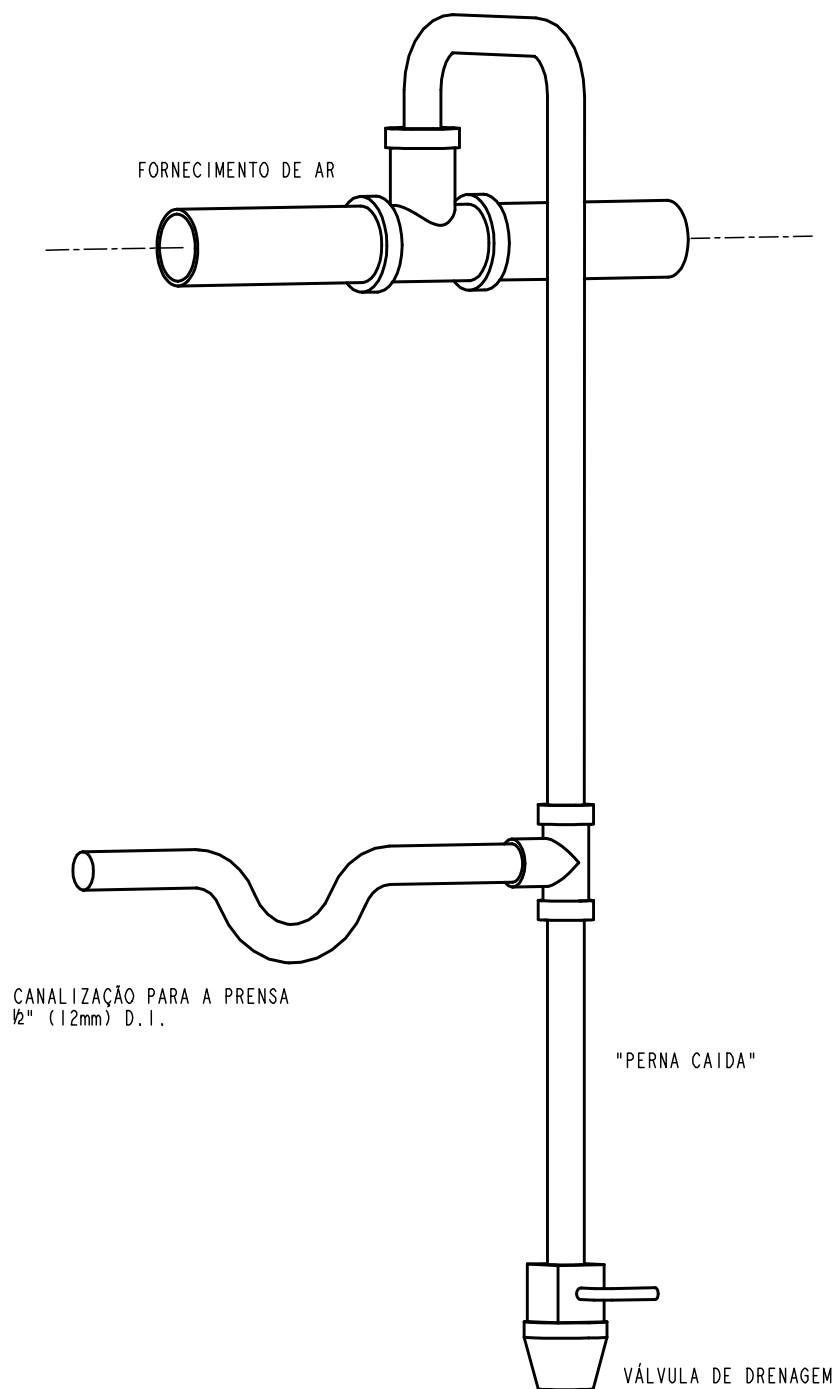

FIGURA 4-2
- Instalação de Tubagens– Um correcto entrelaçamento das tubagens ajudará a realizar as acima mencionadas exigências. Ver a figura 4-2 na seguinte página.